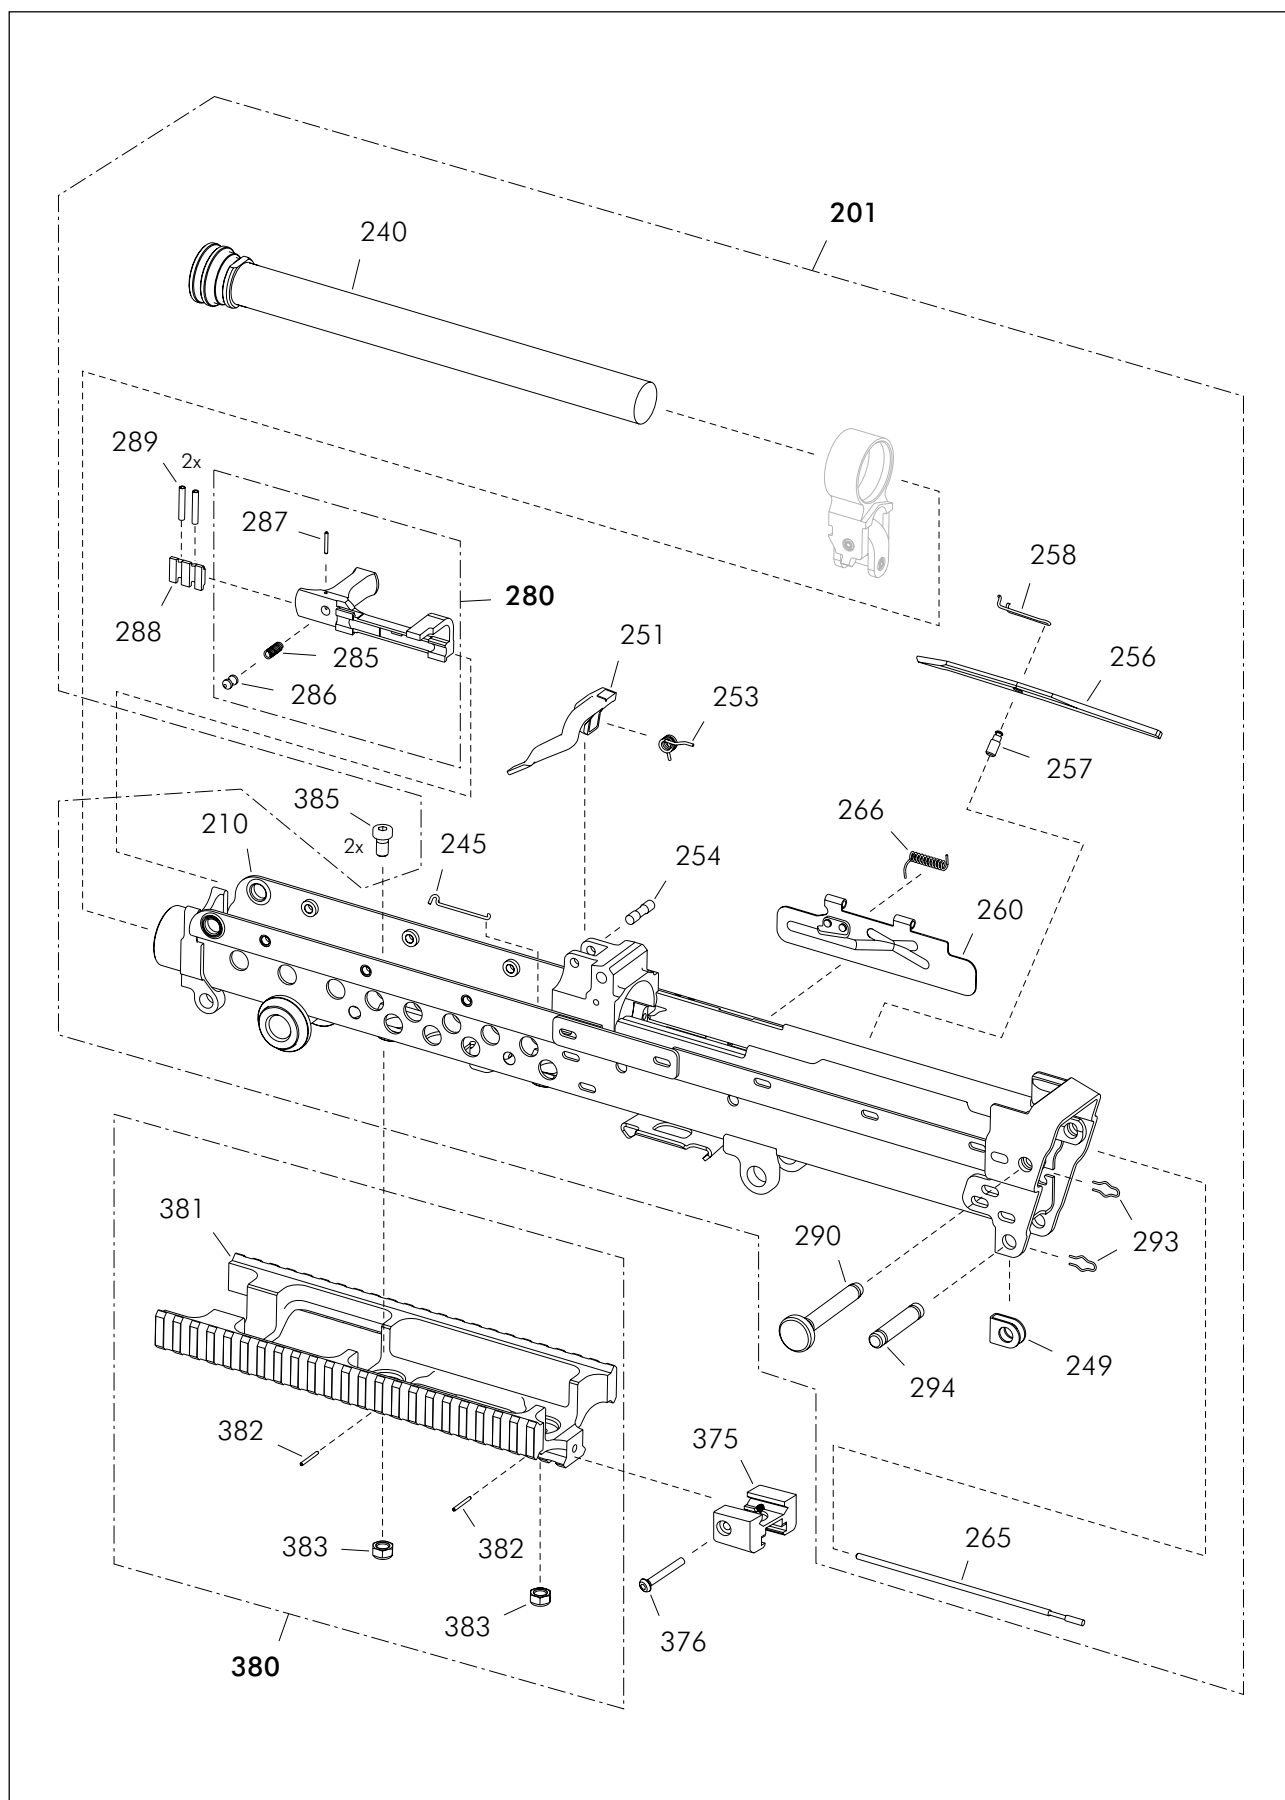

Fig. 3.c.2 - Grupo cajón [2] (solamente MINIMI™ 7,62 T.R.)
3.2. GRUPO CAJON [2] (Fig. 3.c.2)